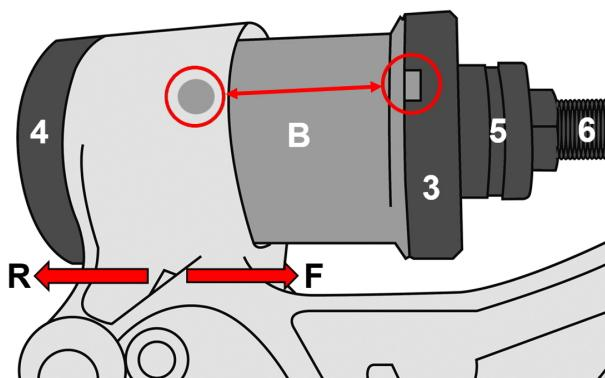

Fig. 3
- Alignez la douille par rapport au repère dans le bras oscillant (Fig. 3). Montez l'écrou (5) sur la broche filetée.